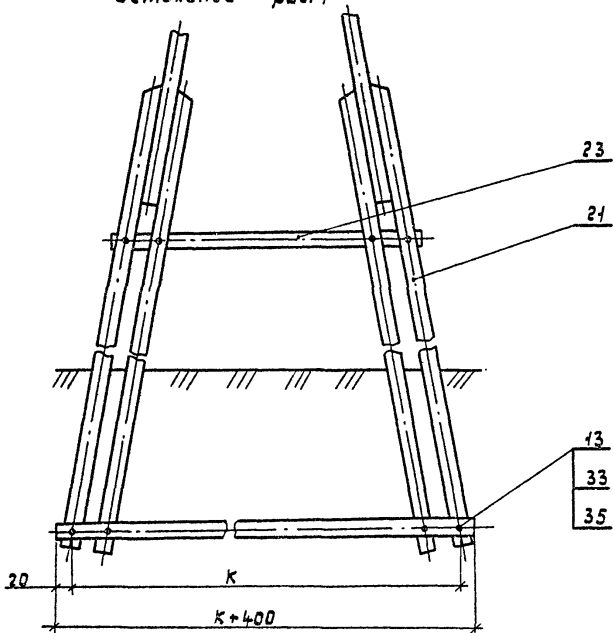

Рис. 3
8. Крепление сигнальных проводов при пересечении электрофицированных железнодорожных путей и при смене марки сигнальных проводов см. рис. 3.